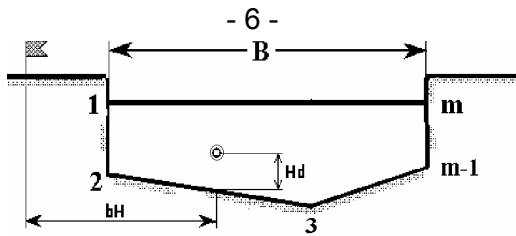

Рис. 3.
4.9. Далее на дисплей выводится расстояние (в метрах) от постоянного начала до скоростной вертикали (см. рис. 3), где надо будет установить датчик:
4.10. Далее на дисплей выводится расстояние (в метрах) от дна до точки на скоростной вертикали, где скорость равна средней (см. рис. 3), и где надо будет установить датчик:
В этот момент необходимо поместить лопастный винт на расположенной на расстоянии **bH** от постоянного начала скоростной вертикали, на расстоянии **hd** от дна (см. рис. 3).